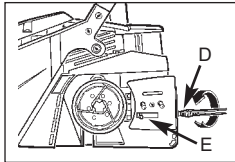

рис. 3D
3. С помощью отвёртки открутите регулировочный винт (D) ПРОТИВ ЧАСОВОЙ СТРЕЛКИ так, чтобы ЗУБЕЦ (Е) оказался в крайнем положении (рис. 3D).